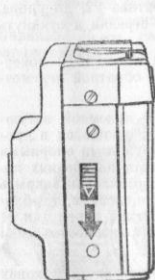

Рис. 5.2.
5.1.2. Открыть объектив, сдвинув заслонку объектива 22, до упора. Сместить замок задней крышки 15 в направлении стрелки и откинуть заднюю крышку 14 (рис. 5.2).